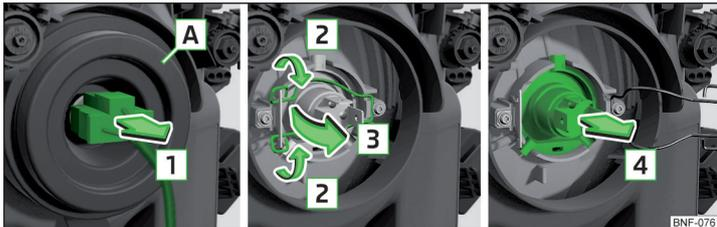

Abb. 142 Glühlampe für Ablend- und Fernlicht wechseln
- › Den Stecker von der Glühlampe in Pfeilrichtung **1** » Abb. 142 abziehen.
- › Die Sicherungsbügel in Richtung Scheinwerfer drücken und dann in Richtung der Pfeile **2** » Abb. 142 aushaken.